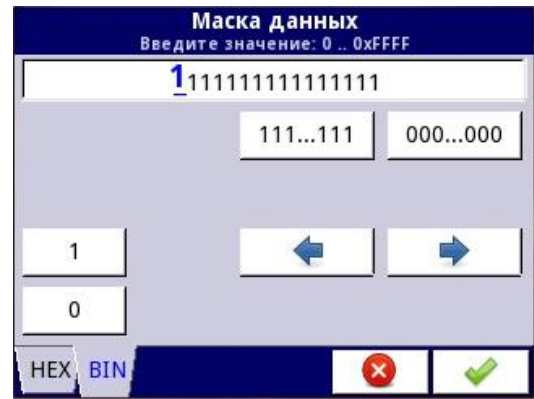

Рисунок 2.25
- в двоичной системе (см. рисунок 2.25).